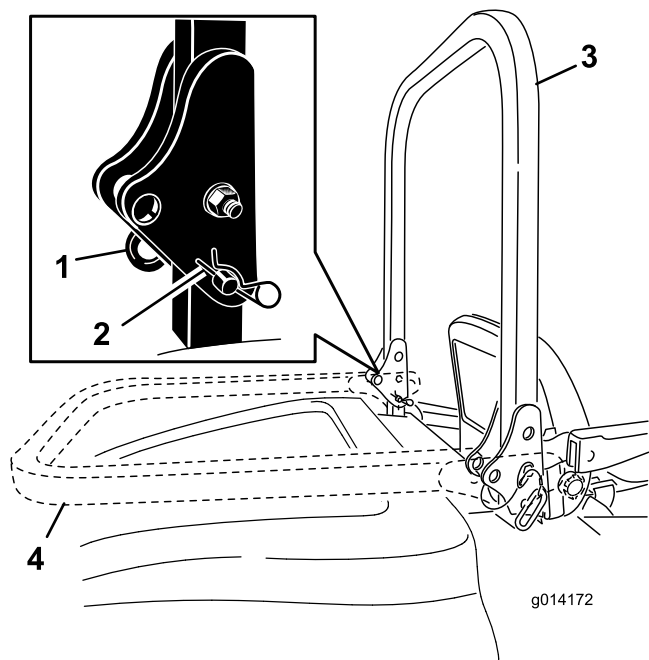

図 10
1. ROPS を下げるには、バーを前方に押しつけて固定ピンに掛かっている力をゆるめた状態で、左右の固定ピンを抜き取る(図 10)。
2. バーを降ろす(図 10)。
3. ピンとヘアピンコッターで固定する(図 10)。
4. ROPS を立てるには、機体の左右でヘアピンコッターを抜き、ピンを外す(図 10)。
5. ROPS をまっすぐに立ててピンで固定し、ヘアピンコッターでロックする(図 10)。